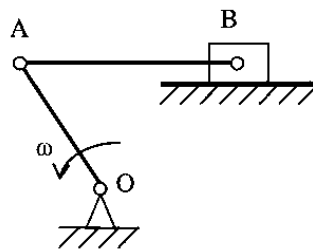

Рис.38
7. Звено АВ механизма (рис.38) совершает движение